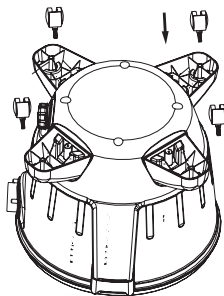

Fig. 4 – Instalación de las ruedas
- Primero instale las ruedas de la aspiradora de acuerdo a lo mostrado en la Fig. 4;